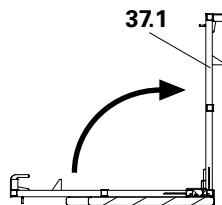

Fig. B2.18
1. Sollevare il montante (37.1) e ruotare entrambi i parapetti frontali di 45° verso l'interno. Si agganciano all'impalcato della piattaforma. (Fig. B2.18)